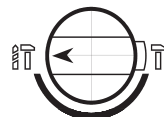

Fig. 3
Gire o botão (7) para o modo:  (Ver fig.3)